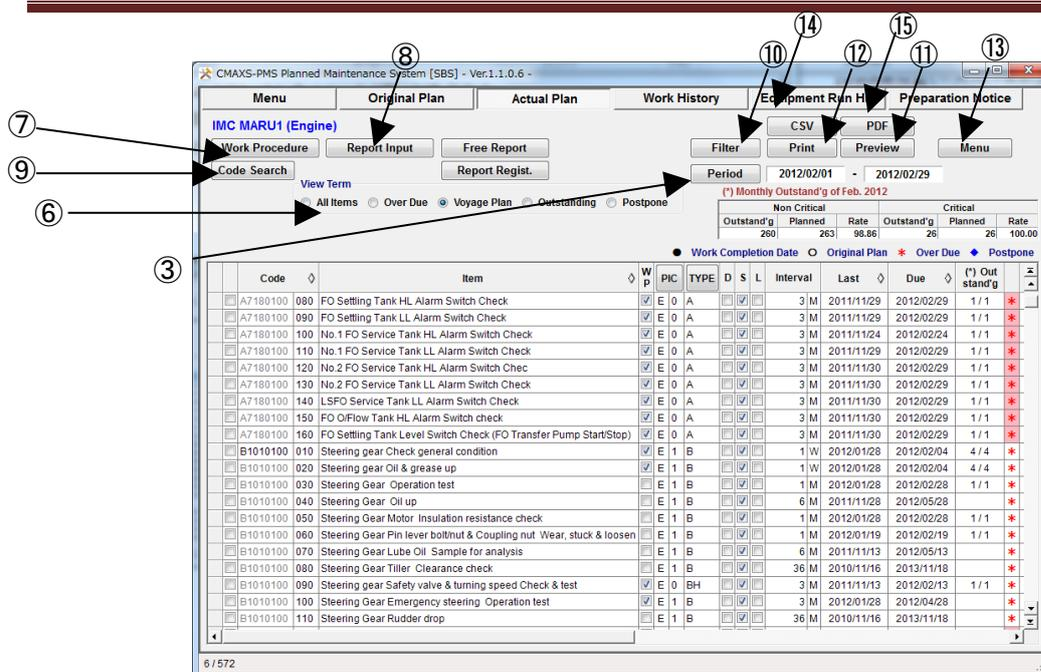

図 5-2 Actual Plan 画面
- (2) "Actual Plan"画面(図 5-2)が表示されます。
- (3) [Period] ボタンを選択してください。